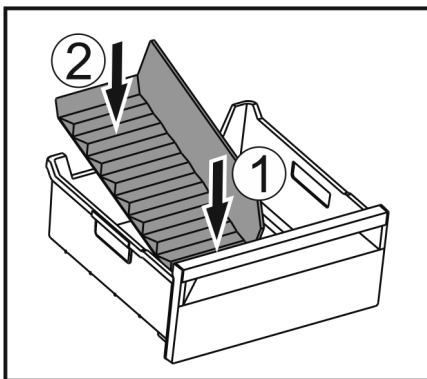

Fig. 62
- Voorste deel van de ijsvak-scheider plaatsen. Fig. 62 (1)
- Achterste deel van de ijsvak-scheider tot de bodem van de lade laten zakken. Fig. 62 (2)